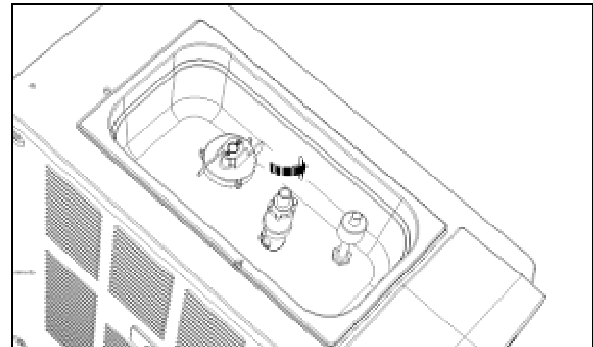

Abb. 32
- Durch Anheben und Drehen des oberen Rohrteils gegen den Uhrzeigersinn (Abb.32), so dass der Stift nach und nach immer höher liegende Markierungen erreicht, kann die Produktmenge erhöht werden, die in die Gefrierkammer eingeführt wird, wodurch sich entsprechend auch die Konsistenz und das Volumen ändern.